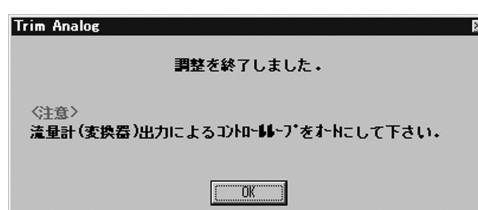

図76
- ⑥ 「Cancel」ボタンをクリックすると、アナログ出力値の調整は終了です。図76のような「調整が終了しました」のメッセージボックスが現れますので、「OK」ボタンをクリックしてください。